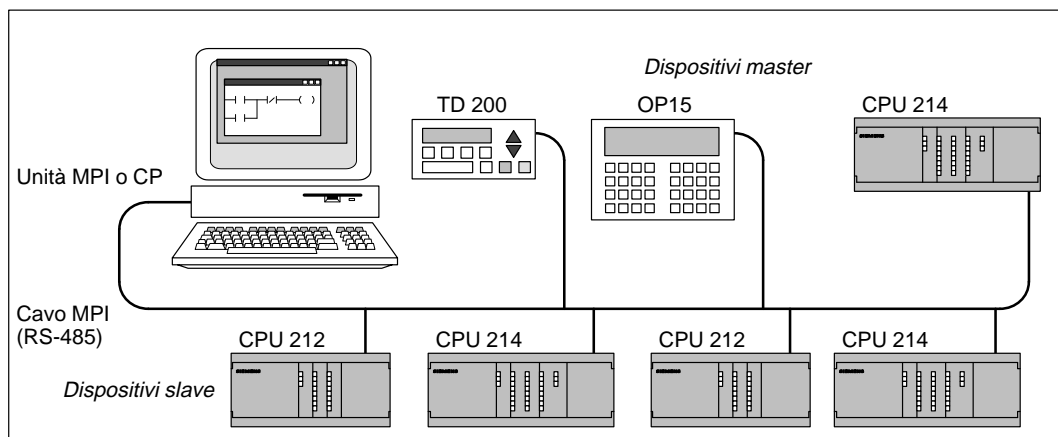

Figura 3-5 Esempio di unità MPI o CP con dispositivi master e slave
STEP 7-Micro/WIN può essere utilizzato con un'interfaccia multipoint (MPI) o un'unità per processore di comunicazione (CP). Entrambe mettono a disposizione un'unica interfaccia RS-485 per la connessione di rete tramite il cavo MPI. STEP 7-Micro/WIN 32 (la versione a 32 bit) supporta il set di parametri per la rete MPI; STEP 7-Micro/WIN 16 (la versione a 16 bit) non lo supporta. Dopo aver stabilito la comunicazione MPI, si potrà collegare l'applicazione STEP 7-Micro/WIN ad una rete che contiene altri dispositivi master. Ogni master deve avere un indirizzo unico. La figura 3-5 illustra un esempio di rete con dispositivi master e slave. Per maggiori informazioni sulla comunicazione di rete, vedere il capitolo 9. Per informazioni sull'unità MPI e sulle diverse schede CP disponibili, vedere il capitolo 9.4. I numeri di ordinazione sono riportati in appendice G.